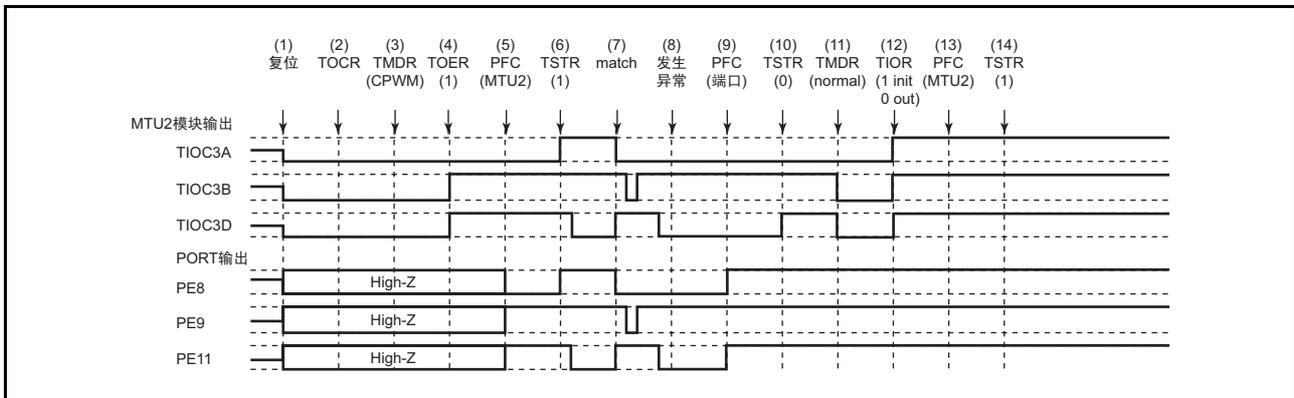

图 10.156 在互补 PWM 模式中发生异常并在正常模式中恢复
在互补 PWM 模式中发生异常，重新设定后在正常模式中重新开始的说明如图 10.156 所示。
(1) ~ (10) 与图 10.156 相同。
(11) 必须设定 PWM 模式 1 (MTU2 输出为低电平)。
(12) 必须通过 TIOR 初始化引脚 (在 PWM 模式 1 中不初始化 TIOC*B)。
(13) 必须通过 PFC 设定为 MTU2 输出。
(14) 通过 TSTR 重新开始。
(23) 在互补 PWM 模式的运行中发生异常并在互补 PWM 模式中重新开始时的运行
(11) 必须通过 PFC 设定为 MTU2 输出。
(12) 通过 TSTR 重新开始。
(13) 通过产生比较匹配，输出互补 PWM 波形。
(24) 在互补 PWM 模式的运行中发生异常并在互补 PWM 模式中重新开始时的运行
- (1) ~ (10) 与图 10.156 相同。
- (11) 必须设定正常模式和新的设定值（MTU2 输出为低电平）。
- (12) 必须通过 TOER 禁止通道 3、4 的输出。
- (13) 必须通过 TOCR 选择互补 PWM 模式的输出电平并允许或者禁止周期输出。
- (14) 设定互补 PWM。
- (15) 必须通过 TOER 允许通道 3、4 的输出。
- (16) 必须通过 PFC 设定为 MTU2 输出。
- (17) 通过 TSTR 重新开始。
(25) 在互补 PWM 模式的运行中发生异常并在复位同步 PWM 模式中重新开始时的运行
- (11) 必须设定正常模式（MTU2 输出为低电平）。
- (13) 必须通过 TOCR 选择复位同步 PWM 模式的输出电平并允许或者禁止周期输出。
- (14) 设定复位同步 PWM。
(26) 在复位同步 PWM 模式的运行中发生异常并在正常模式中重新开始时的运行